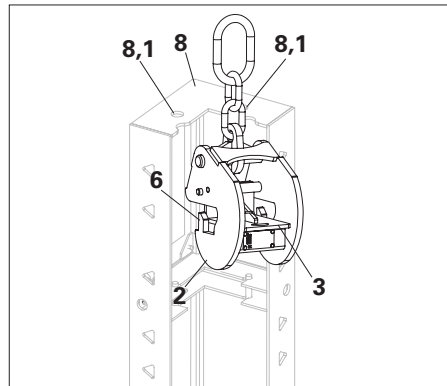

Fig. 5
1. Posizionare l'alloggiamento (2) nei fori (8.1) previsti sull'angolo interno HSA (8), sollevando la piastra di bloccaggio a molla (3). (Fig. 5)
2. Una volta che il gancio di blocco (6) dell'alloggiamento (2) è bloccato correttamente nei fori (8.1), la piastra di bloccaggio a molla (3) fissa il gancio di sollevamento HSA 2 sull'angolo interno HSA (8). (Fig. 5)